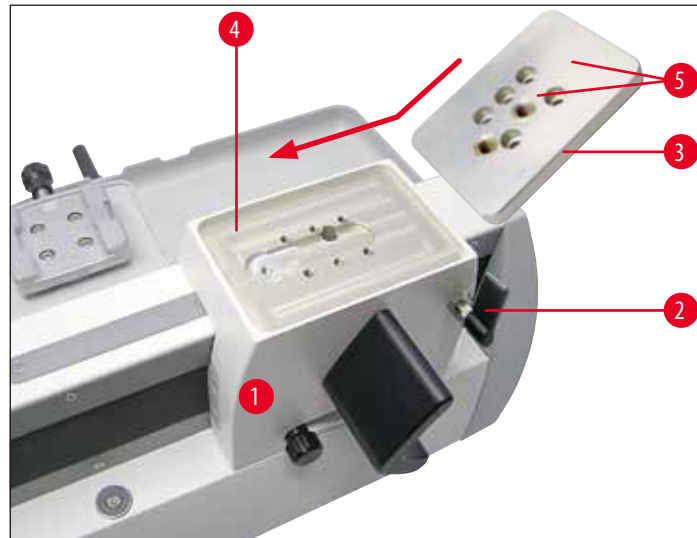

Рис. 9
- Установите промежуточную пластину на поверхность зажима, как показано на (→ Рис. 9). Следите за тем, чтобы индексные отметки (→ Рис. 9-5) находились вверху и показывали вниз.